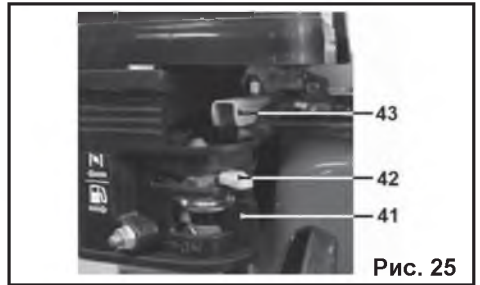

Рис. 25
8.5.6. После запуска двигателя переведите рычаг воздушной заслонки (42) в положение ← «ОТКРЫТО» (Рис. 25).
8.5.7. Работайте только **при максимальных оборотах двигателя** – рычаг воздушной заслонки (42) должен находиться в положении ← «ОТКРЫТО», а рычаг привода управления оборотами (43) - в положении **МАКСИМАЛЬНЫЕ ОБОРОТЫ ДВИГАТЕЛЯ** (Рис. 25).